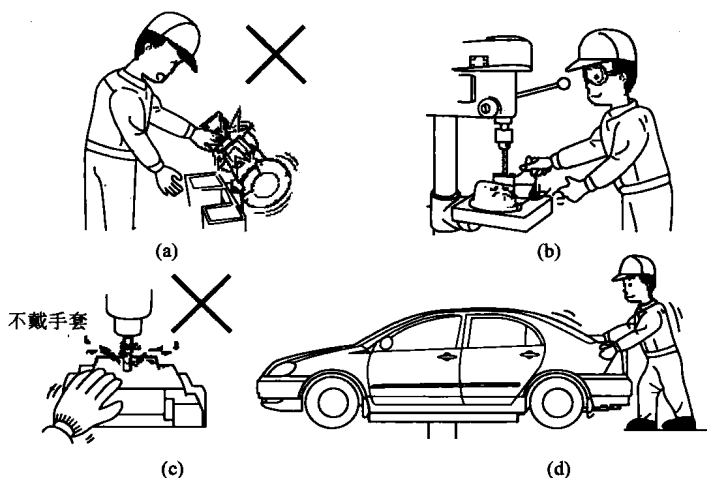

图 2-4 工具的使用
① 不要把工具或零件留在有人有可能踩到的地方。将其放置在工作架或工作台上，并养成好习惯。
② 立即清理干净任何飞溅的燃油、机油或者润滑脂，防止自己或者他人滑倒。
③ 工作时不要采取不舒服的姿态。这不仅会影响工作效率，而且有可能会危害到人身安全。
④ 处理沉重的物体时要极度小心，因为如果物品跌落到脚上可能会受伤。而且，如果试图举起太重的物体，背部可能会受伤。
⑤ 从一个工作地点转移到另外一个工作地点时，一定要走指定的通道。
⑥ 不要在开关、配电盘或电机等附近使用可燃物。因为它们容易产生火花，并造成火灾。
(2) 使用工具。如图 2-4 所示，使用工具工作时，遵守如下的预防措施来防止发生伤害。